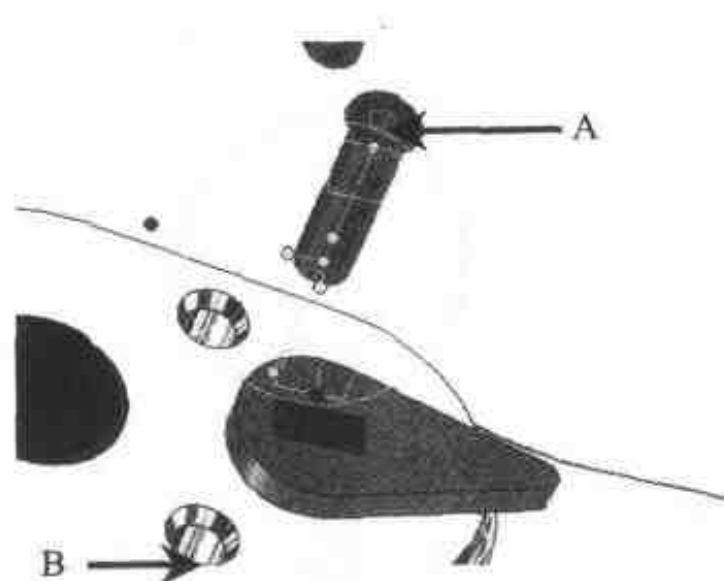
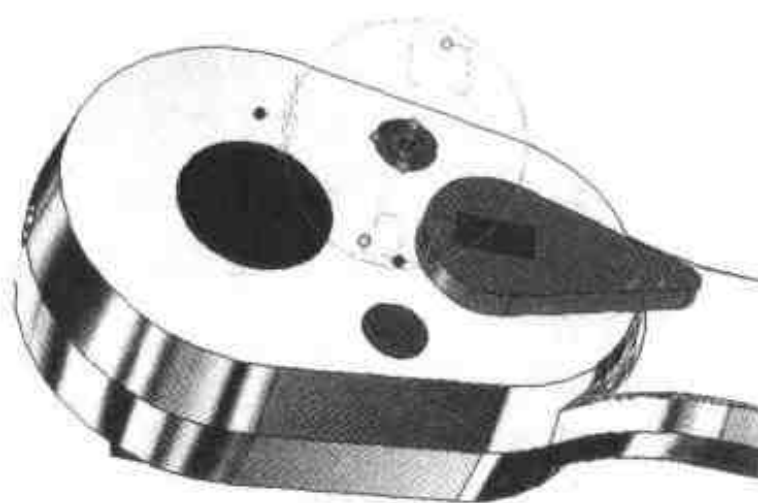

图 5.21 重新定位三维球
图 5.22 完成零件的装配
- (4) 所有的零件都已经安装到位之后，就应该安装紧固件了。选择 pin1 后打开【三维球】，按空格键后单独移动三维球。
- (5) 右击中心手柄后，选择【到中心点】命令，选择如图 5.21 所示的销钉头的外圆(A)。
- (6) 再次按下空格键，右击中心手柄后选择【到点】命令，单击如图 5.21 所示孔的外圆(B)。另一个销钉的装配方法也完全相同，结果如图 5.22 所示。